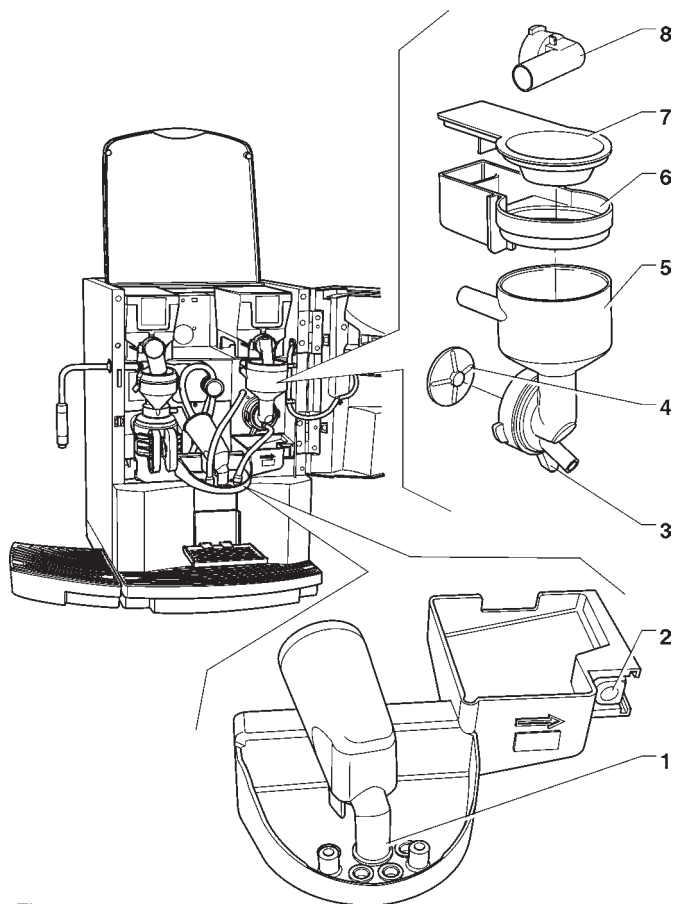

Fig. 9
- enlever des mixers les convoyeurs, les entonnoirs des poudres et les entonnoirs de l'eau, les tiroirs des poudres et les rotors des mixers (voir fig. 9) ;